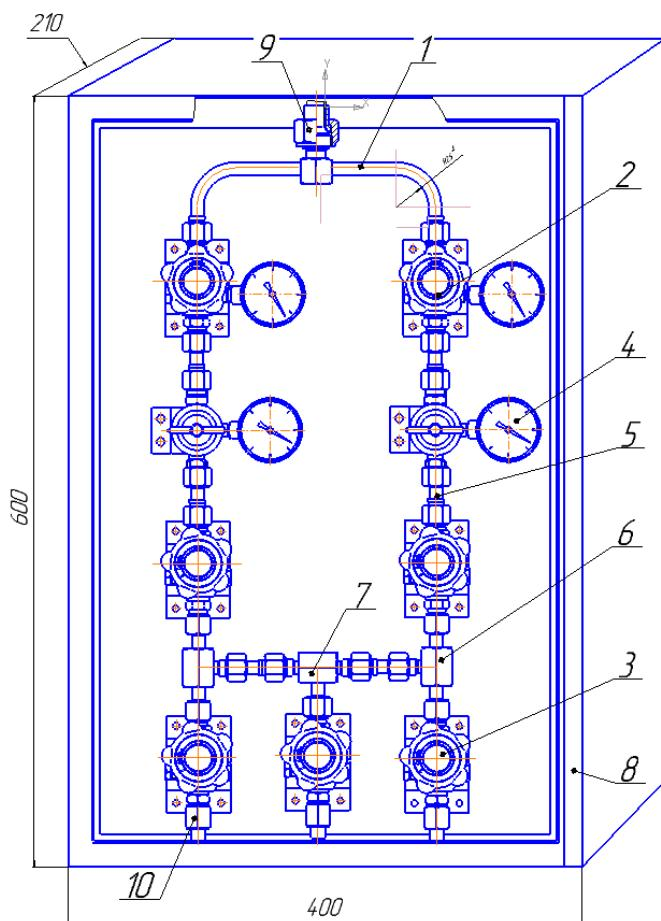

Рис. 1. Пост газопитания ПГК3-20-з
4.1 Внешний вид поста показан на рис. 1